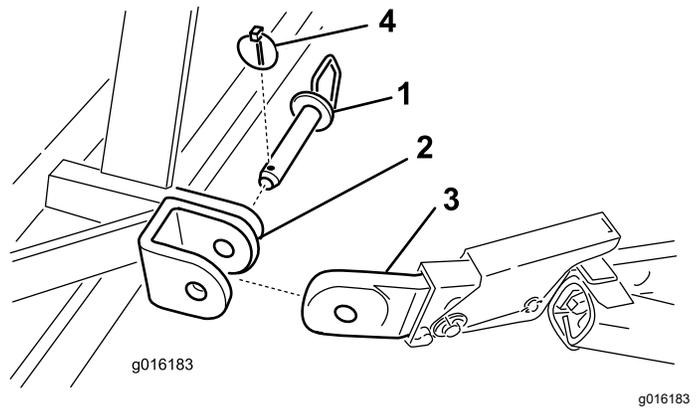

Figura 4
5. Sujete los brazos de enganche inferiores a los soportes de montaje del aireador con pasadores de retención y pasadores de seguridad (Figura 4).